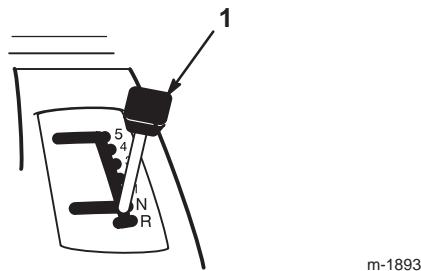

Figure 7
- Mettez le levier de vitesse au point mort (Fig. 7).